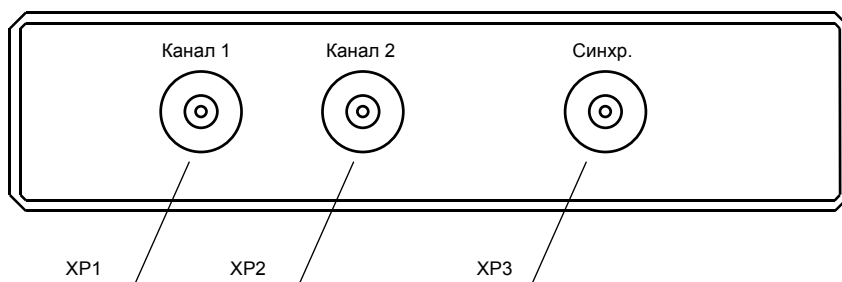

Рис. 4.1. Передняя панель прибора.
4.2.3. Для предотвращения выхода из строя устройства ЛА-н10USB на входные разъемы необходимо подавать сигналы с параметрами, указанными в таблице (Таблица 4. 1). Расположения разъёмов указано на рисунках (Рис. 4.1 и 4.2).